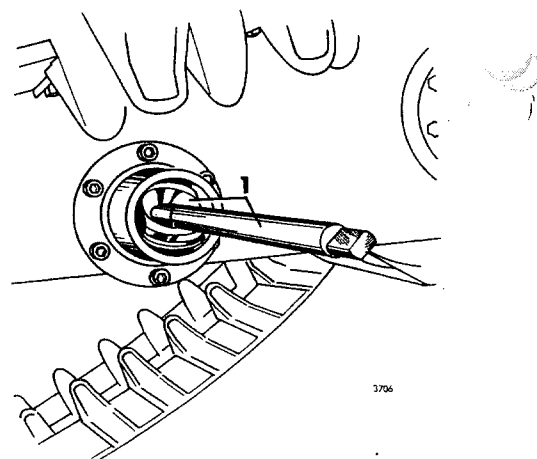

Fig 13-5. Montering av avdragarplatta
7. För in avdragarplattan enligt fig 13-5 och ta tag bakom den inre bussningen.